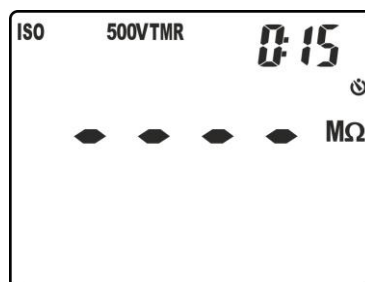

Fig. 20: Configuración tiempo de medida en modo TMR
5. Pulse las teclas **▼/☼** o **▲/ZERO** para configurar el tiempo de medida (Timer) eligiendo entre las opciones: **15s, 30s, 1min, 5min, 10min**. Note el valor en la parte superior derecha del visualizador (ver la Fig. 20)
5. Pulse las teclas **▼/☼** o **▲/ZERO** para configurar el tiempo de medida (Timer) eligiendo entre las opciones: **1min** (para medida DAR) o **10min** (para medida PI). Note el valor en la parte superior derecha del visualizador (ver la Fig. 20)